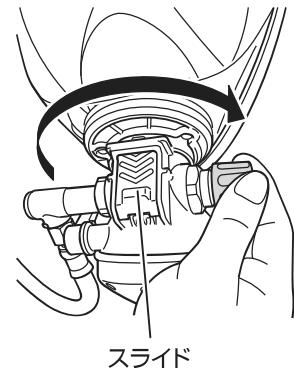

図 17 90°回転した状態
- 3.** プレッシャーデマンド弁を面体接続部にまっすぐに押し当てた状態で、図 17 のように約 90° 回転させる。